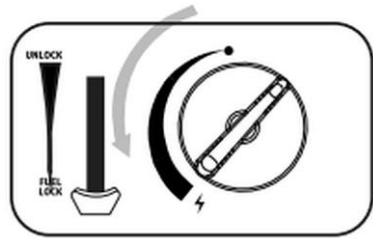

Рис. 9
1. Потім повернути поворотний регулятор (17) повністю проти годинникової стрілки в положення запалювання (18) і утримувати його в цьому положенні протягом кількох секунд, поки запалювання не клацне. (Рис. 9)